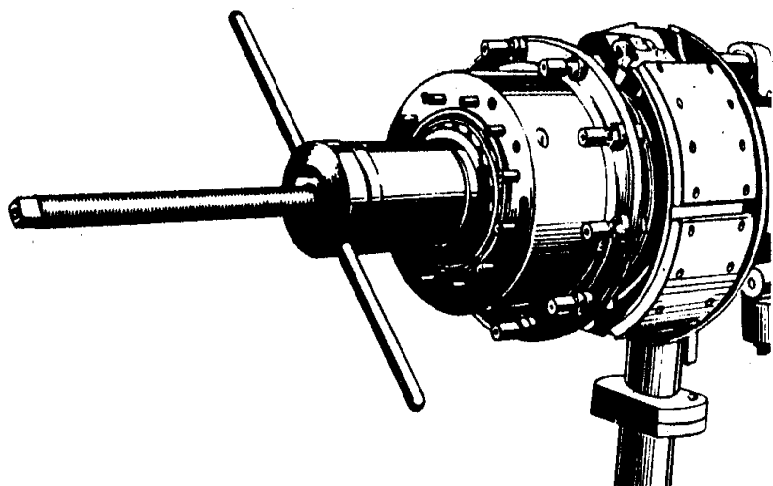

Рис. 7. Набивание наружного кольца внутреннего подшипника
8. В ступицу колеса вставьте барабанные болты (100).
9. В собранную ступицу (98) вложите соответствующее внутреннее кольцо внутреннего подшипника, установите в канавку стопорное кольцо (35) и с помощью дорна Т17-2241 вставьте уплотнитель (94).
10. На цапфу моста (57 или 58) сдвиньте «О»-кольцо 105×3 (95) и уплотнительное кольцо (96).
11. Установите ступицу в сборе на приспособление для монтажа ступицы Т17-2246 и с его помощью вставьте внутреннее кольцо внутреннего подшипника (29) на цапфу. После удаления приспособления, сдвиньте распорную втулку (34), рассчитанные регулировочные прокладки (30 ÷ 33) и внутреннее кольцо наружного подшипника, который также спрессовать (рис. 7). Проверьте плавность проворачивания ступицы.